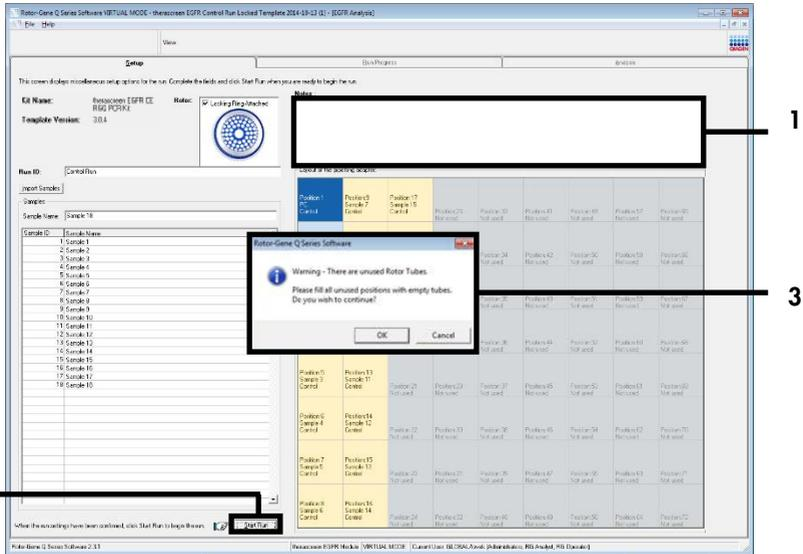

Abbildung 5. Feld „Notes“ (Notizen) (1), Schaltfläche „Start Run“ (Lauf starten) (2) und „Warning“ (Warnung) über unbesetzte Rotorpositionen (3).
16. Nachdem alle Probennamen eingegeben wurden, überprüfen Sie, ob diese korrekt sind. Geben Sie bei Bedarf zusätzliche Informationen in das Feld Notes (Notizen) ein und klicken Sie dann auf Start Run (Lauf starten) (Abbildung 5).
Hinweis: Wenn eine Rotorposition unbesetzt ist, wird „Warning“ (Warnung) eingeblendet (Abbildung 5), um den Anwender daran zu erinnern, dass unbesetzte Positionen im Rotor mit verschlossenen, leeren Röhrchen gefüllt werden müssen. Stellen Sie sicher, dass alle unbesetzten Rotorpositionen mit verschlossenen, leeren Röhrchen gefüllt sind, und klicken Sie dann auf OK, um fortzufahren. Das Fenster „Save As“ (Speichern unter) öffnet sich.